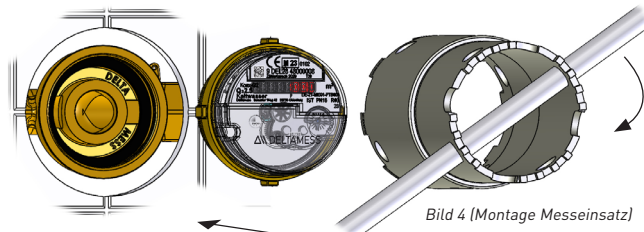

Bild 4 (Montage Messeinsatz)
- Messeinsatz mit DELTAMESS-Montageschlüssel fest (max. 80 Nm) in die Vormontage einschrauben (*Bild 4*).